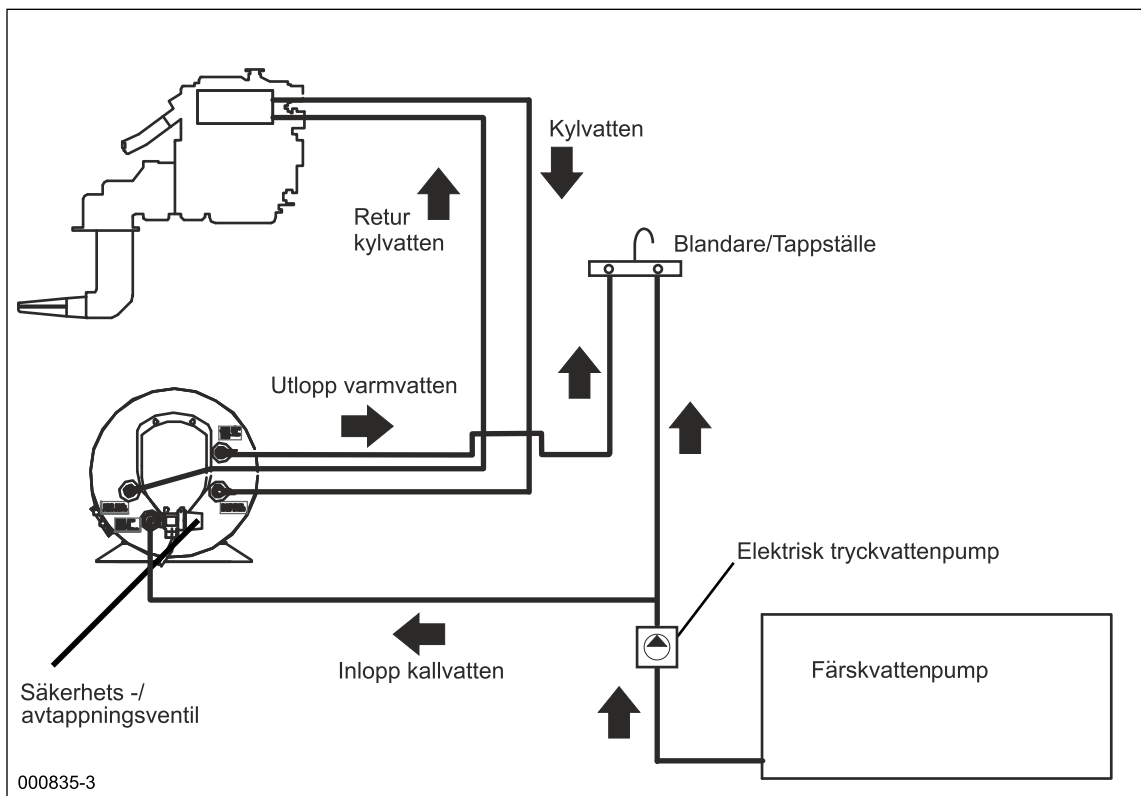

Fig. 1
Varmvattenberedaren kan monteras var som helst i båten så länge den sitter monterad så att motorvattenslingan inte hamnar över nivån på motors expansionskär. (Fig. 1). Det är en fördel att hålla slangarna mellan motorn och beredaren så korta som möjligt för lägsta värmeförlust och minsta strömingsmotstånd. Varmvattenberedarens värmeväxlare kan anslutas antingen parallellt eller i serie med motors kylvattenkrets. Valet avgörs av hur motortillverkaren anger att beredaren ska anslutas.
4.3 Motoranslutningar (se anslutningsschema, fig. 1):
4.4 Anslutning färskvatten (se anslutningsschema, fig 1):